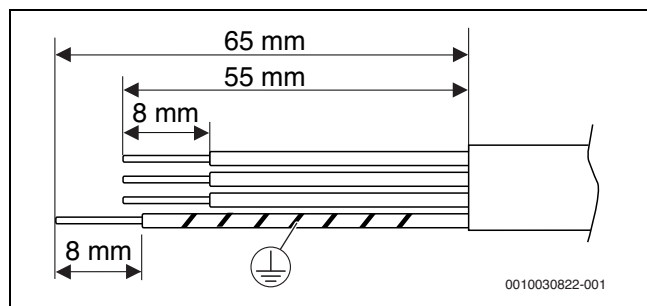

Fig. 27 Koblingsledning
- Bruk en kobberkabel som koblingsledning (tverrsnittområde 1,5 mm²) se fig. 27.